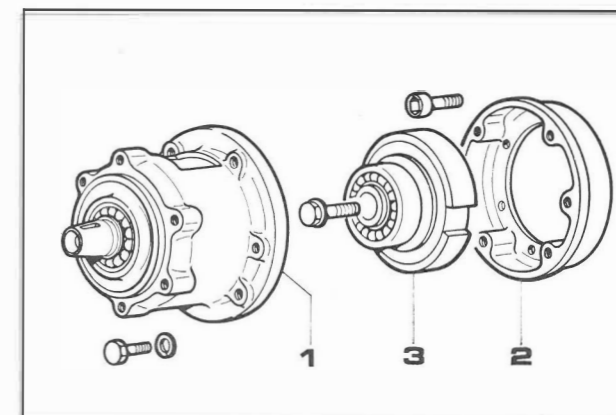

Fig. 93
- Introduire la bague OR dans le boîtier (1) Emmancher le roulement et le bloquer avec la bague d'arrêt (Fig. 93).
- Appliquer la clôche (2) au couvercle distribution. Bloquer les vis à 2 Kgm.
- Monter le groupe centrifuge (3) sur le vilebrequin en bloquant le boulon à 2 Kgm.
- Monter le boîtier (1) sur la clôche (2) en engageant le groupe centrifuge dans le logement de l'axe embrayage. Ne pas forcer avec un marteau pour éviter des endommagements aux roulements. Serrer les boulons à 1,5 Kgm.
- Insert "O" ring in case (1). Press bearing in its seat and lock with snapping (Fig. 93).
- Install adapter housing (2) on the engine. Torque screws to 2 Kgm.
- Assemble centrifugal unit (3) on crankshaft, torquing bolt to 2 Kgm.
- Couple case (1) to adapter housing (2) with its gasket, taking care to properly insert centrifugal unit into shaft housing. Avoid using the hammer to force unit in to prevent damaging bearings. Torque bolts to 1.5 Kgm.
- O-Ring ins Gehäuse (1) einsetzen. Kugellager montieren und mit Haltering befestigen (Abb. 93).
- Glocke (2) auf dem Gehäusedeckel anbringen. Schrauben mit 2,5 kpm anziehen.
- Fliehkraftelement (3) auf die Kurbelwelle montieren; Bolzen mit 3 kpm anziehen.
- Gehäuse (1) auf die Glocke (2) montieren. Dabei Fliehkraftelement in seinen Sitz an der Kupplungswelle einfügen. Niemals Hammer benutzen, um die Kugellager nicht zu beschädigen. Bolzen mit 1,5 kpm anziehen.